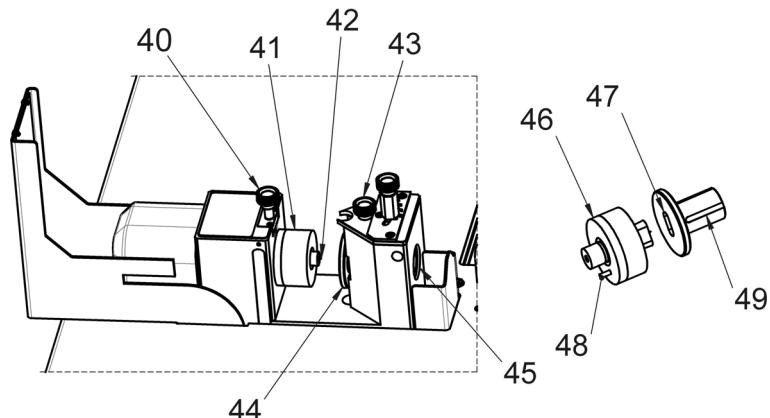

Imagen 7: Punzonar orificios en pletinas y barras
El punzonado de orificios en pletinas de cobre o aluminio se realiza con un punzón (imagen 7, 41) y la matriz correspondiente (imagen 7, 44). Los punzones y la matrices de orificios longitudinales disponen de pins (imagen 7, 48) o ranuras adicionales (imagen 7, 49), que facilitan el posicionamiento del ángulo exacto.
- Insertar la matriz (Imagen 7, 44) en el cuerpo principal y bloquear con el tornillo de bloqueo (Imagen 7, 43). Si se utiliza una matriz de orificios longitudinales, la ranura adecuada debe orientarse hacia arriba (Imagen 7, 49).
- Insertar el punzón con rascador de neopreno (Imagen 7, 41) en el alojamiento herramienta del pistón de carga y bloquear con el tornillo de bloqueo (Imagen 7, 40). En punzones de orificios longitudinales (Imagen 7, 46) debe garantizarse que el pin de posicionamiento (Imagen 7, 48) se encuentra colocado correctamente en el orificio apropiado del pistón de carga y que la alineación de los orificios se corresponda con la matriz.
- Colocar la punta de centrado del punzón (Imagen 7, 42) directamente en el punto marcado. Esto permite realizar un punzonado exacto del troquel.